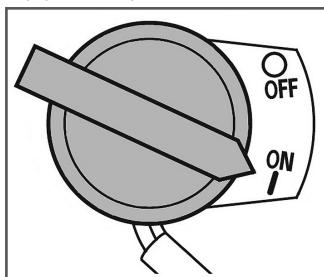

Рис. 17 Основной выключатель зажигания
4. Переведите основной выключатель зажигания в положение «ON» (Включено) (Рис. 17).
6. Переведите основной выключатель зажигания в положение «OFF» (ВыКЛЮЧЕНО) (Рис. 17).